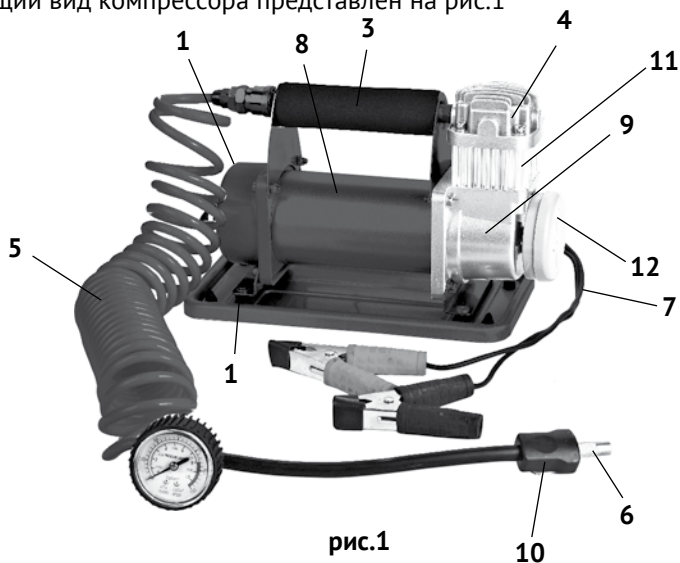

рис.1
Выключатель компрессора (рис.1 поз.1), имеет два фиксированных положения «I» - включено и «0» - выключено.
1.6 Общий вид компрессора представлен на рис.1
1.7 Коллекторный двигатель постоянного тока расположен горизонтально в металлическом корпусе (рис.1 поз.8). Вращательный момент с якоря электродвигателя шатуном преобразуется в возвратно-поступательное движение поршня. Цилиндр с клапанной коробкой расположены вертикально в металлическом корпусе (рис.1 поз.9). На корпусе блока цилиндра (рис.1 поз.10) закреплена головка блока (рис.1 поз.4) с выпускным клапаном, выполняющая также функцию отведения тепла от цилиндра во время работы.
По манометру на воздушном шланге (рис.1 поз.5) осуществляется постоянный контроль давления в шине.
На выходной штуцер (рис.1 поз.6) воздушного шланга (рис.1 поз.5) накручивается одна из 3-х универсальных насадок для подкачки (накачивания) шин (мячей, лодок, игрушек). Спускной клапан (рис.1 поз.10) служит для стравливания давления из шины. Для снижения давления в шине надавить на спускной клапан по направлению к золотнику шины. Для прекращения стравливания воздуха из шины, отпустить клапан.
Кабель питания (рис.1 поз.7) подключается зажимами к клеммам аккумулятора автомобиля.
- надёжность соединения корпуса двигателя и редуктора с основанием (рис.1 поз.2), отсутствие их повреждений, надёжность всех соединений;